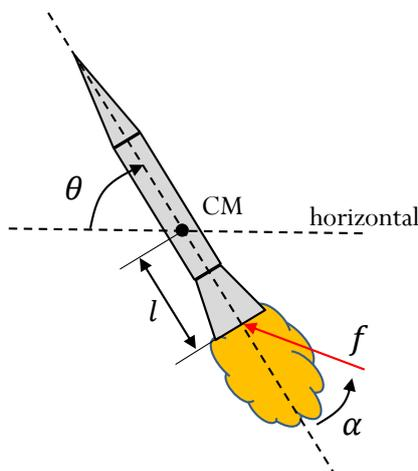

Figura 1: Ilustração de um foguete com tubeira vetorável.
A planta considerada neste laboratório é um foguete atuado por uma tubeira com empuxo vetorável. A vetoração do empuxo pode ser realizada, por exemplo, mediante a montagem da tubeira sobre um gimbal de dois graus de liberdade. Em particular, vamos focar em apenas um grau de liberdade de movimento rotacional do foguete: o movimento de arfagem. A Figura 1 ilustra o foguete, indicando o seu ângulo de arfagem θ bem como o ângulo de vetoração α . Denotamos a magnitude da força de empuxo por f e a distância do centro de massa (CM) ao ponto de atuação de f por l .